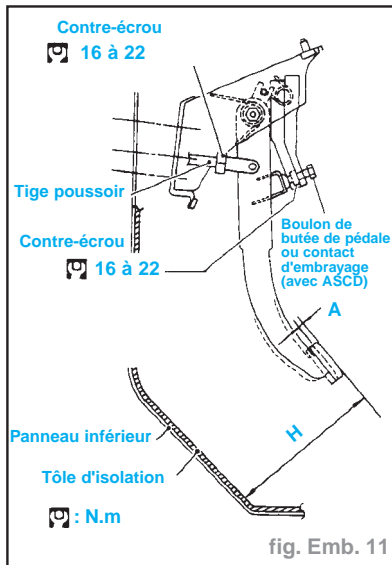

fig. Emb. 11
- Régler la hauteur de la pédale avec la butée de pédale (fig. Emb.11) :